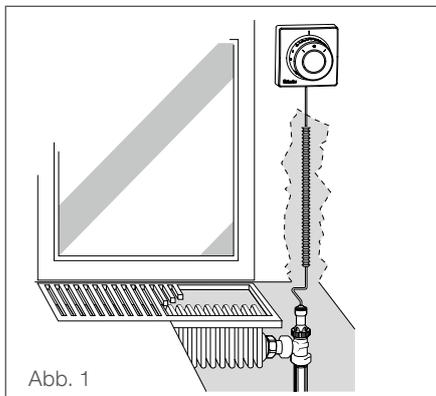
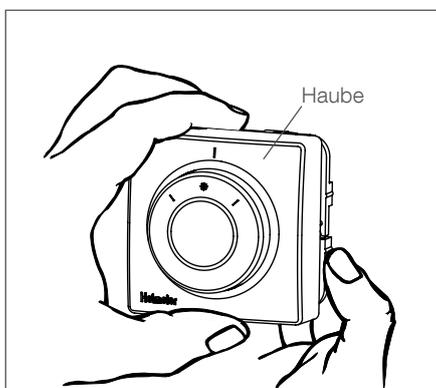
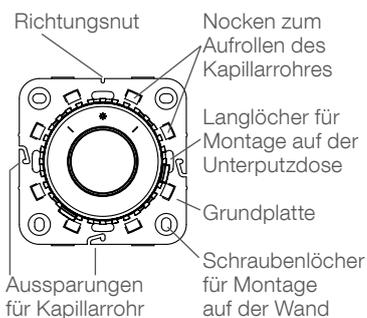

Abb. 1
Abb. 2
Abb. 3
Bauschutzkappe vom Thermostat-Ventilunterteil abdrehen. Verschlussstopfen mit einem kleinen Schraubendreher aushebeln (Abb. 1).
Durch die nun vorhandene Öffnung Thermostat-Kopf mit Einstellschlüssel Art.-Nr. 2500-00.253 oder Universal-schlüssel*) Art.-Nr. 0530-01.433 durch Linksdrehen bis zum Anschlag öffnen (Abb. 2).
Thermostat-Kopf durch Rechtsdrehen auf Ventilunterteil aufschrauben. Handradkappe über spürbaren Widerstand hinaus weiterdrehen, bis die seitliche Bohrung mit einer der beiden Markierungskerben der Befestigungsmutter übereinstimmt. Die Anordnung der Sicherungsschrauben in der Befestigungsmutter ist mit den Markierungskerben identisch (Abb. 3).
Bei eventueller Demontage des Thermostat-Kopfes Handrad drehen, bis die seitliche Bohrung mit einer der beiden Markierungskerben der Befestigungsmutter übereinstimmt (Abb. 3).
Das Kapillarrohr kann auf Putz oder auch in einem Ø 23 mm-Leerrohr verlegt werden (Abb. 1).
Haube von der Grundplatte abnehmen (Abb. 2).
Achtung: Bei der Montage auf ebener Wand ist darauf zu achten, dass das Kapillarrohr durch eine der vorhandenen Aussparungen nach außen verlegt wird (Abb. 3).
Hierbei ist eine Unterputz-Schalterdose \varnothing 60 mm und Leerrohr \varnothing 23 mm zu verwenden (Abb. 1).
Verschlusschraube abschrauben (Abb. 2).
Kapillarrohr mit Thermostat-Geber herausnehmen (Abb. 3).
Hierzu roten Sparclip mit dem Daumen bis zum Anschlag zurückziehen (Abb. 1), anheben und herausnehmen (Abb. 2). Der Thermostat-Kopf wird danach auf die gewünschte Temperatur eingestellt, z. B. Merzkahl 3 (20) \approx 20 °C.
Anschließend ist der rote Sparclip in die Nut **rechts** neben Merzkahl 3 (20) einzusetzen (Abb. 3), vorzuschieben und danach mit dem Daumen bis zum Anschlag **zurückziehen**.
Hierzu blauen Sparclip mit dem Daumen bis zum Anschlag zurückziehen (Abb. 1), anheben und herausnehmen (Abb. 2). Der Thermostat-Kopf wird danach auf die gewünschte Temperatur eingestellt, z. B. Mondsymbol \approx 14 °C.
Hierzu roten Sparclip mit dem Daumen bis zum Anschlag zurückziehen (Abb. 1), anheben und herausnehmen (Abb. 2). Der Thermostat-Kopf wird danach auf die gewünschte Temperatur eingestellt, z. B. Merzkahl 3 (20) \approx 20 °C. Anschließend ist der rote Sparclip in die Nut **rechts** neben Merzkahl 3 (20) einzusetzen (Abb. 3) und bis zum Anschlag **vorzu-**
Hierzu blauen Sparclip mit dem Daumen bis zum Anschlag zurückziehen (Abb. 1), anheben und herausnehmen (Abb. 2). Der Thermostat-Kopf wird danach auf die gewünschte Temperatur eingestellt, z. B. Mondsymbol \approx 14 °C. Anschließend ist der blaue Sparclip in die Nut **links** neben dem Mondsymbol einzusetzen (Abb. 4) und bis zum Anschlag **vorzu-**
Anschließend Anschlagclip auf den 2. Steg **rechts** neben Merzkahl 3 (20) schieben bis Einrastung erfolgt (Abb. 3).